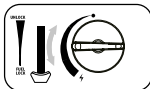

Fig. 5
6. Ajustar la rueda en la posición deseada (fig. 5). Nunca colocar la palanca del cartucho (6) en la posición "UNLOCK" durante su uso.